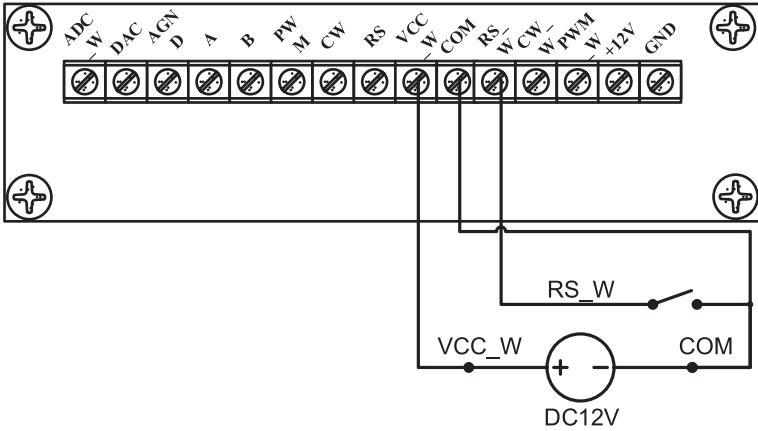
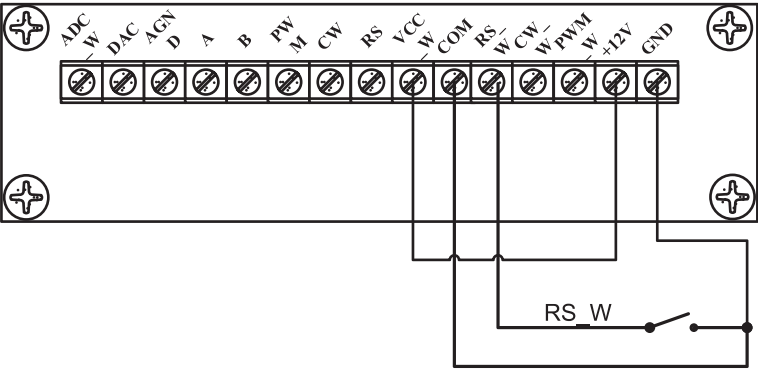

图20 脚踏外部12V供电接线图
图21 脚踏内部12V供电接线图
- 在切断电源状态下，参照图20或图21，进行接线。然后将DB15接口连接到泵的背部接口上。